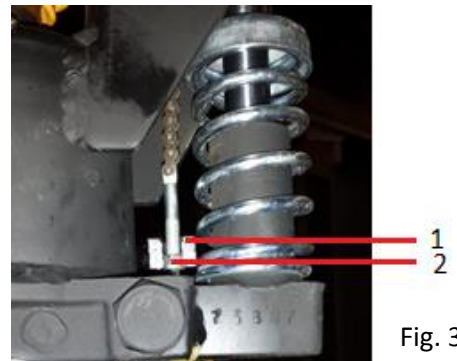

Fig. 3
10. Laad de palletwagen niet zoals afgebeeld staat op afbeelding 3 punt B.
Stap 6: Til met een schroevendraaier de bediening van het ventiel (17)(1, fig.3) omhoog en druk de
ankerbout (58) door de gleuf van de bediening van het ventiel, de stelmoer (59) (2, afb.3) verankert zich. Controleer de ketting erop dat deze licht gespannen staat.